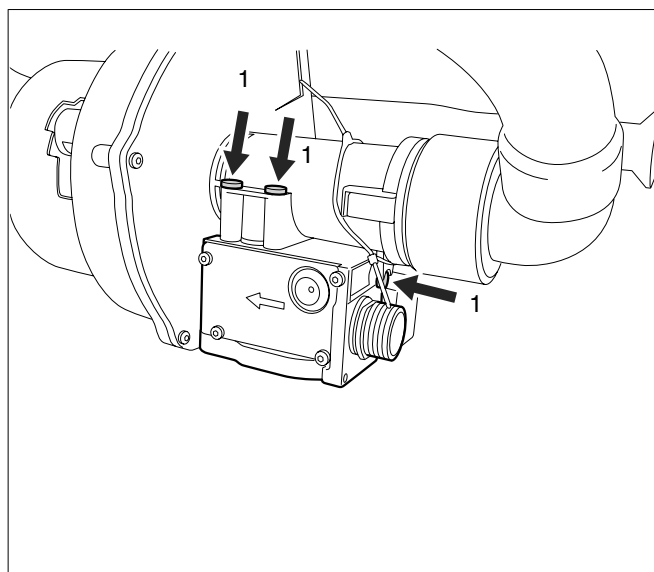

Fig. 53 Desfacerea șuruburilor
- Desfaceți cele trei șuruburi ale robinetului de gaz (vezi Fig. 53, Poz. 1).